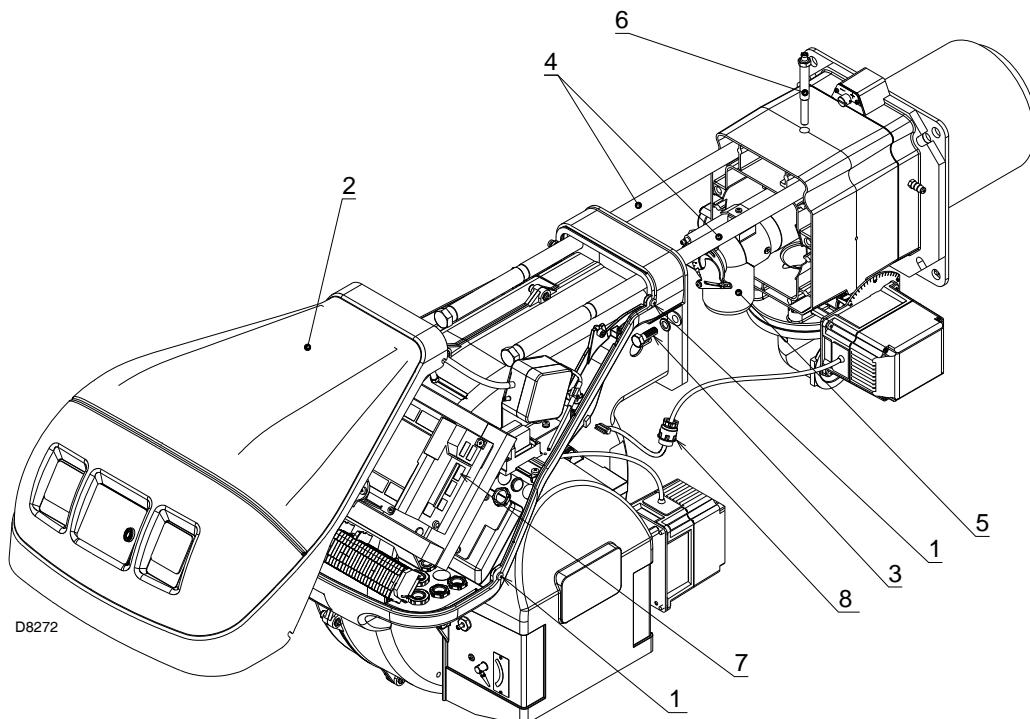

图 39
检查确认启动时位于燃烧头分配器上的各燃气出气孔未附着灰尘或生锈。如不确定，需拆下弯头查看（第 55 页图 39）。
- ▶ 拆下 4 个螺丝 1)(图 39) 同时取下保护盖 2)。